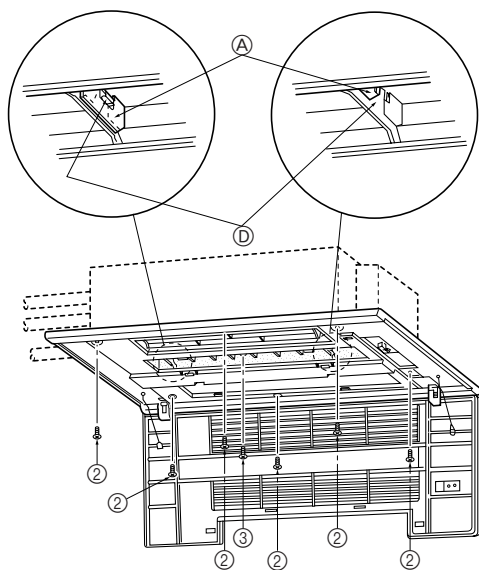
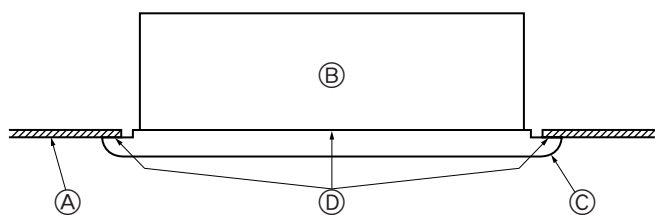

Fig. 5-5
Fig. 5-6
- Отрегулируйте положение передней панели таким образом, чтобы она надлежащим образом вписывалась в угол между потолком и стеной, и установите крепежные болты ② (поставляются с прибором) в четырех местах слева и справа, оставив их слегка незатянутыми. (Fig. 5-5)
- Далее затяните крепежные болты ② и крепежные винты ③ в трех местах в центре.
- И наконец затяните крепежные болты ② в четырех местах слева и справа.
- На этом этапе убедитесь в отсутствии щелей между внутренним прибором и передней панелью, а также между передней панелью и поверхностью потолка. Наличие щелей может привести к попаданию ветра, что, в свою очередь, может вызвать капание воды. (Fig. 5-6)
- \* Плотно затяните крепежные болты ② и крепежные винты ③.